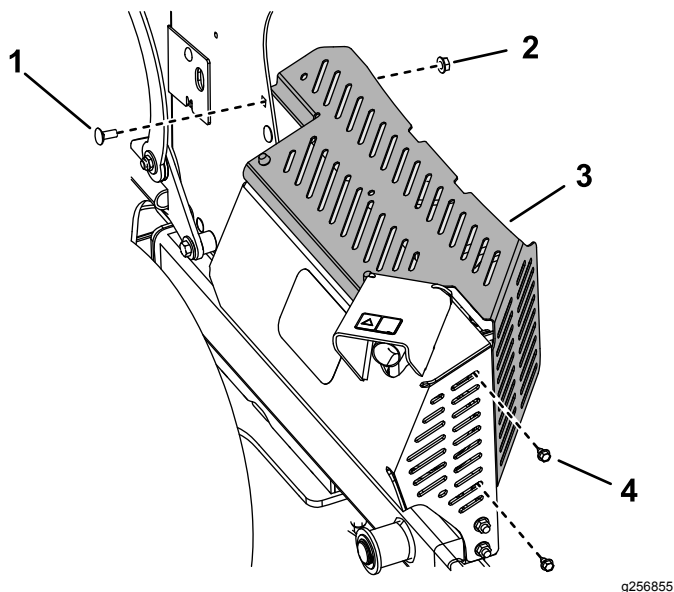

Figura 29
12. Retire el protector térmico (Figura 29).